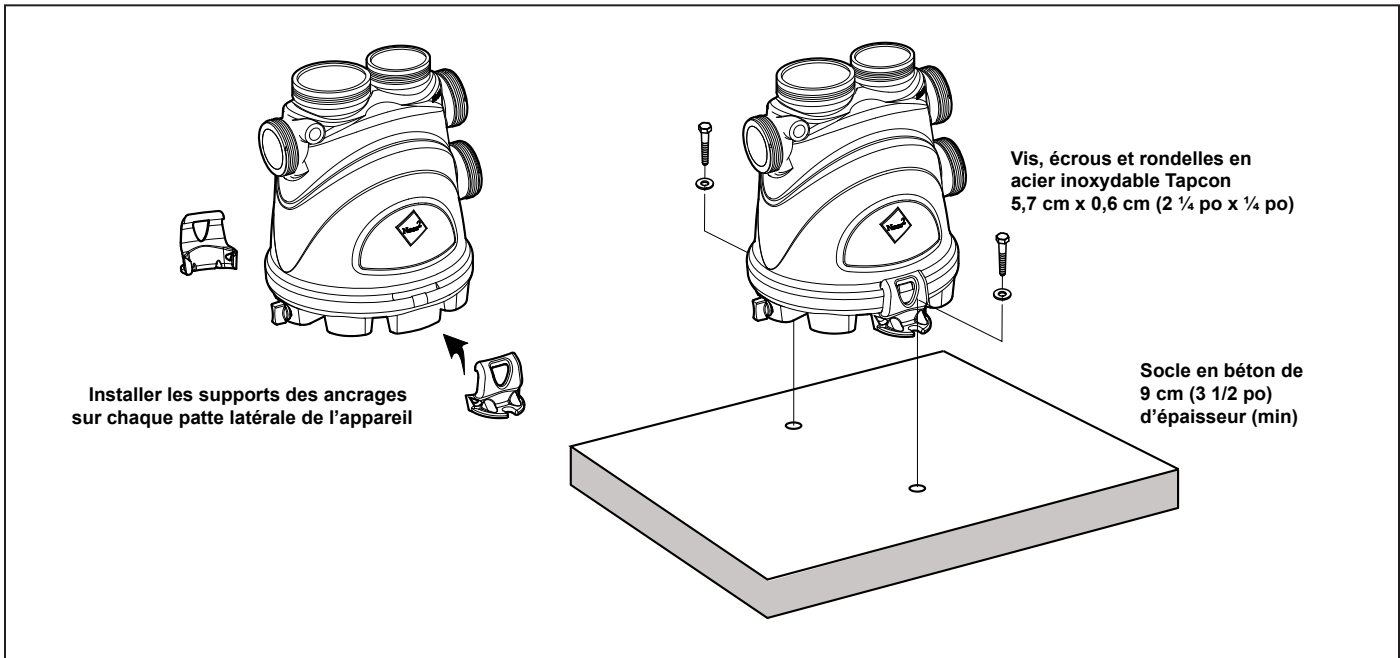

Figure 2. Installation du support d'ancrage
**REMARQUE** Les vis et rondelles d'ancrage utilisées pour fixer solidement l'appareil au socle de l'équipement ne sont pas incluses. Zodiac Pool Systems Canada, Inc. (« Zodiac ») recommande d'utiliser des vis à béton en acier inoxydable et des rondelles plates en acier inoxydable de 5,7 cm x 0,6 cm (2 ¼ po x ¼ po) pour fixer chacun des deux (2) ancrages au socle de l'équipement.
1. Encliqueter manuellement les deux (2) supports d'ancrage sur les pattes latérales de l'appareil, tel qu'il est indiqué à la Figure 2. S'assurer que ces supports d'ancrage sont solidement fixés aux pattes de l'appareil.
3. Percer un trou de 0,5 cm (5/32 po) dans le béton à chacun des deux emplacements de trou (2) des supports d'ancrage. Un foret d'un diamètre approprié doit être prévu au moment de l'achat des vis à béton.
4. Installer les vis et rondelles dans chacun des deux (2) trous pour fixer solidement l'appareil au socle de l'équipement. Ne pas trop serrer les vis.